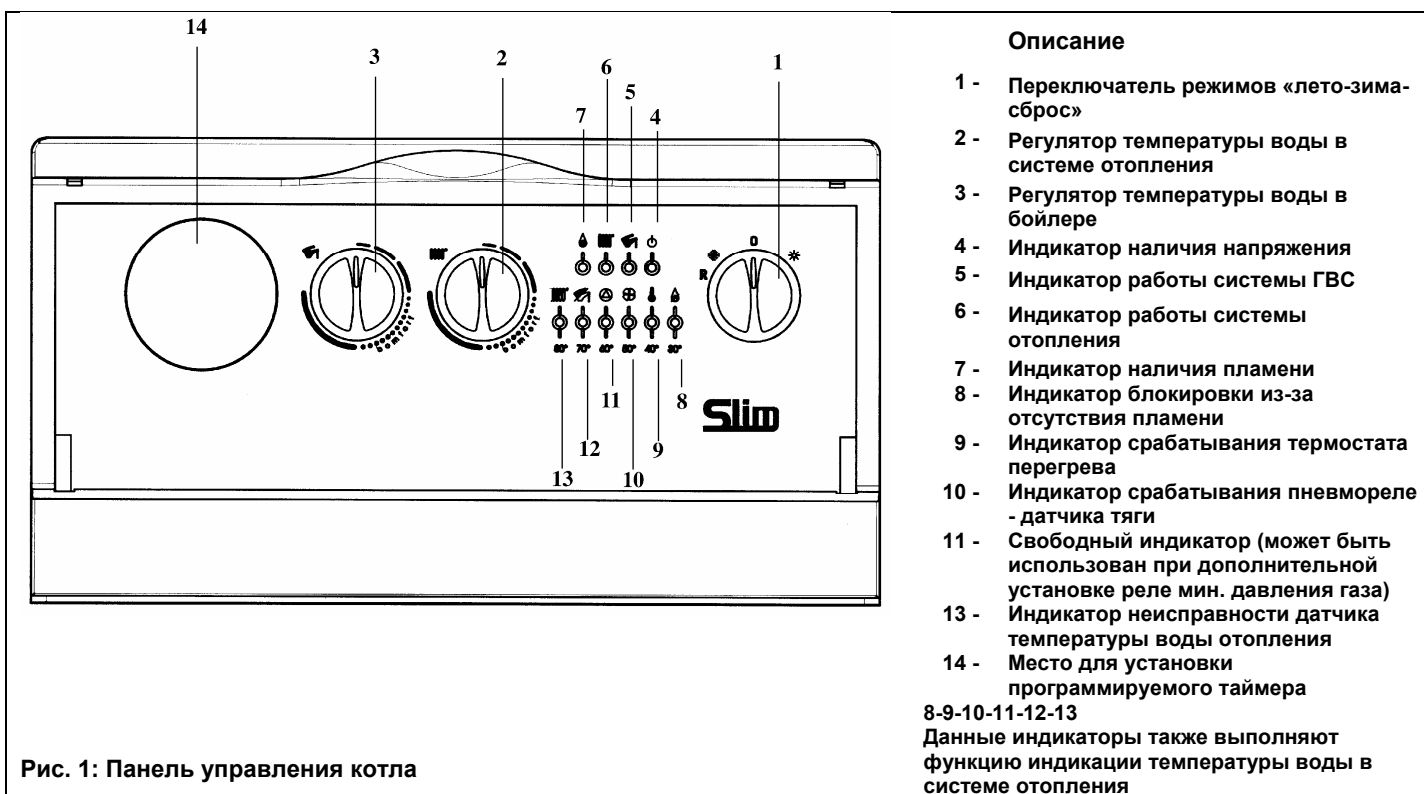

Рис. 1: Панель управления котла
- установить переключатель режимов «лето - зима» (рис. 1, позиция 1) в режим «зима» ❄️;
- установить регулятор температуры воды в системе отопления (рис. 1, позиция 2) на нужное значение.
**Важная информация:** при переключателе режимов «лето - зима» (рис. 1, позиция 1), установленном в положении «зима» ❄️, перед каждым очередным включением котла по сигналу регулятора системы отопления установлена задержка на несколько минут (для того чтобы избежать частых включений/выключений). Для того чтобы горелка включилась сразу, переведите переключатель в положение (0), а затем снова установите режим «зима».
**Внимание!** При первом включении внутри трубы подачи газа могут образоваться воздушные пробки. В таких случаях горелка не будет включаться и произойдет блокировка котла по газу (загорается красная лампочка блокировки котла - рис. 1, позиция 8). При возникновении данной проблемы повторите процесс включения котла до поступления газа в горелку, кратковременно установив перед включением переключатель режимов (рис. 1, позиция 1) в положение R (сброс).
Регулятор температуры воды в бойлере (рис. 1, поз. 3) может использоваться только при наличии накопительного бойлера. В этом случае возможно отрегулировать температуру воды контура ГВС, установив регулятор на нужное значение.
Приоритет ГВС можно отключить установив регулятор (рис. 1, поз. 3) на минимальное значение в соответствии с функцией защиты от замерзания воды в бойлере.
Данное устройство может быть снабжено комнатным термостатом для контроля температуры отапливаемого помещения. В этом случае регулятор температуры воды в системе отопления (рис.1, поз. 2) устанавливается в максимальное положение, а сигналы на включение и выключение котла поступают от комнатного термостата.
При отсутствии комнатного термостата температура помещения регулируется косвенным образом при помощи регулятора температуры воды в системе отопления (рис.1, поз. 2); при таких условиях насос системы отопления работает постоянно. Для увеличения температуры повернуть регулятор по часовой стрелке, для уменьшения - против часовой стрелки.
- Установить переключатель режимов (рис. 1, поз. 1) в положение (0), проследив, чтобы лампочка-индикатор (рис. 1, позиция 2) погасла; таким образом прекращается подача электричества на котел.
- переключатель режимов (рис.1, позиция 1) не установлен в положение (0);